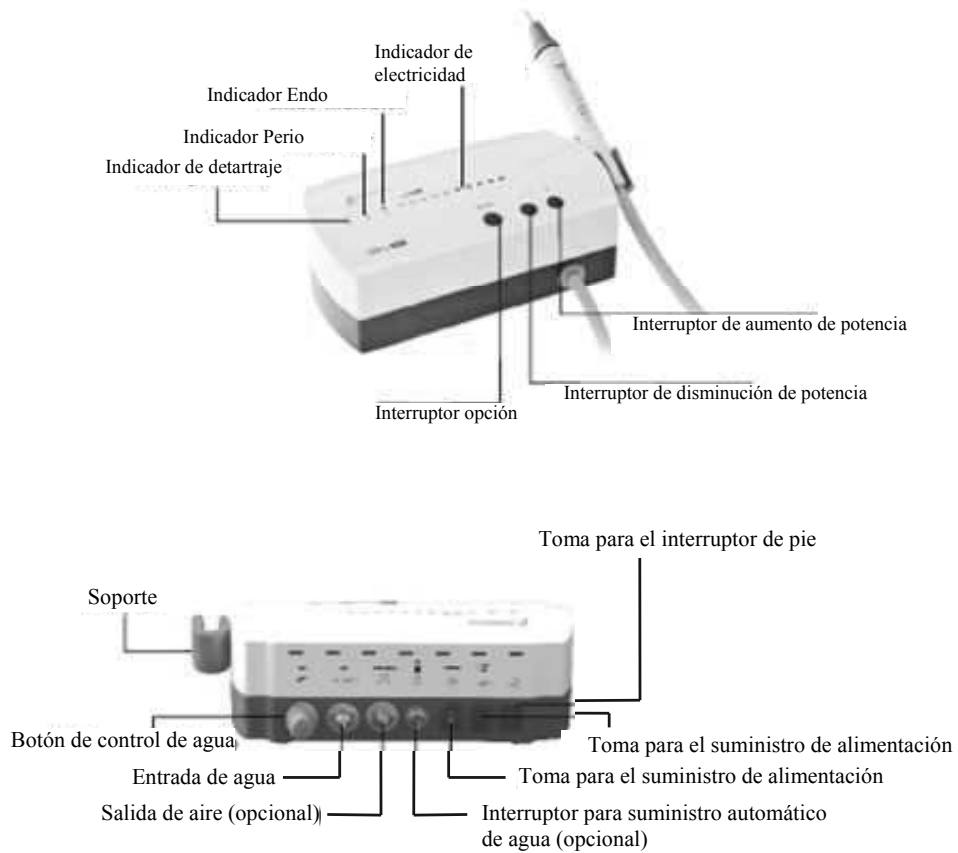

Ilustración 1
a) Croquis del dorso y el anverso de la unidad principal mostrado en la Ilustración 1